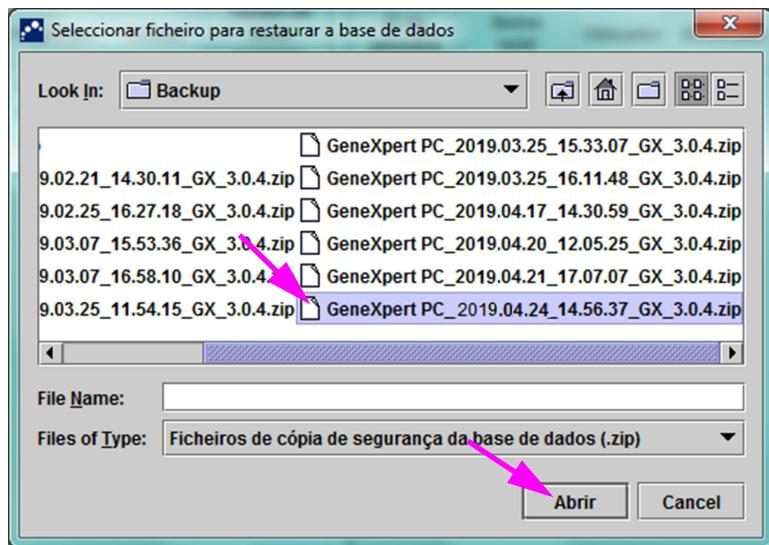

Figura 5-80. Ecrã Selecionar ficheiro para restaurar a base de dados, com nome de ficheiro
Clique em **Cancelar** para não criar a cópia de segurança da base de dados e avançar directamente para o ecrã Seleccionar ficheiro para restaurar a base de dados (consulte a figura 5-80).
6. Clique em **OK**. É apresentado o ecrã Selecionar ficheiro para restaurar a base de dados. Consulte a figura 5-80.